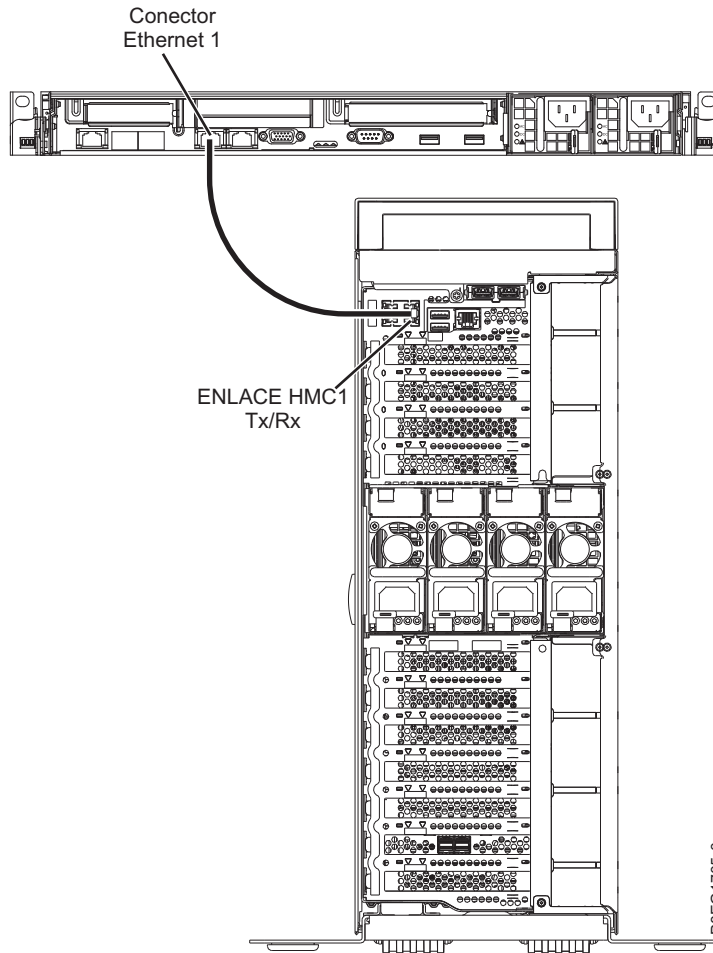

Figura 21. Conexión de la HMC al sistema gestionado
1. Si desea conectar directamente la HMC al sistema gestionado, conecte el **Conector Ethernet 1** de la HMC al puerto **HMC1** del sistema gestionado. Consulte Figura 21 en la página 44.